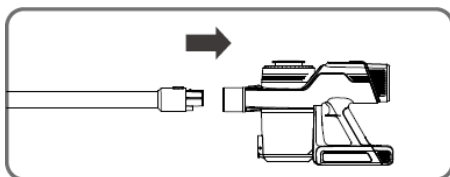

Figura 1
- Empuje el extremo del tubo de aluminio horizontalmente en el orificio de vacío de la carcasa principal asegurándose de que esté completamente asentado y firmemente asentado. El tubo hace clic audiblemente en su lugar para confirmar la instalación. (Figura 1)